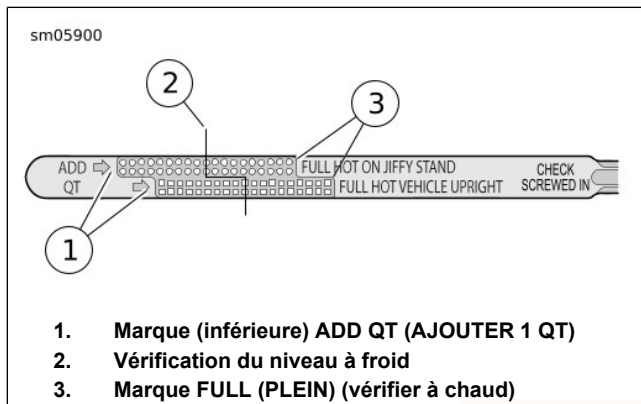

Figure 49. Jauge de niveau d'huile moteur
3. Voir Figure 49. Retirer la jauge et vérifier le niveau d'huile. Le niveau d'huile correct doit se trouver au point médian (2) entre les repères ajout (ADD) et plein (FULL) sur la jauge.
4. Voir Figure 49. Retirer la jauge et noter le niveau d'huile. Le niveau devrait se trouver entre les repères ajout (ADD) (1) et plein (FULL) (3). Ajouter suffisamment d'huile pour que le niveau atteigne le repère de niveau plein (FULL). Ne pas trop remplir le réservoir.